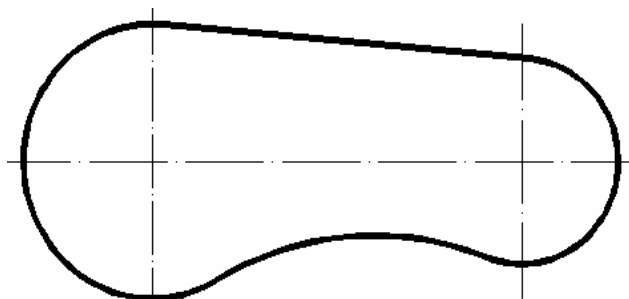

Рис. 2.19
- b) щёлкнуть мышкой по крайней левой «ручке» (рис. 2.18), протянуть мышь влево и ввести с клавиатуры **3** (значение до 5 мм) (рис. 2.19).